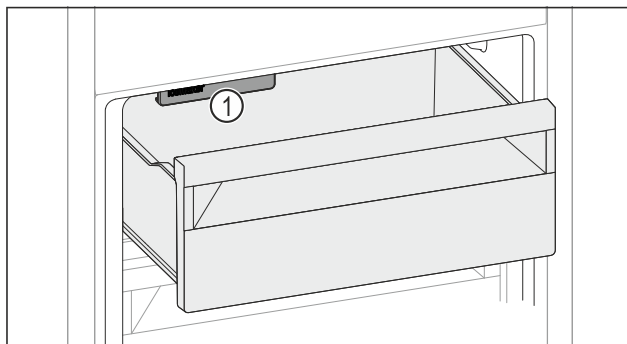

Fig. 266
- Ta hensyn til IceMaker Fig. 266 (1).